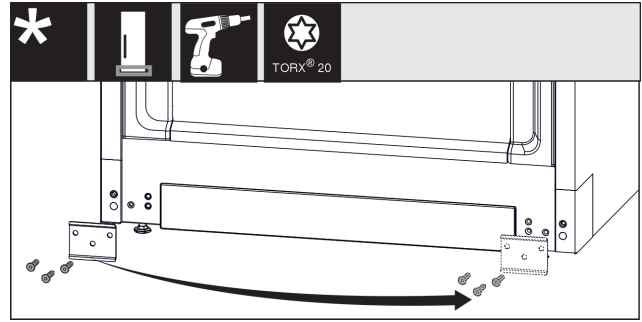

Fig. 30
- Csavarozza le a lemezt Fig. 30 (1), helyezze át a másik oldalra, és ismét csavarozza fel.